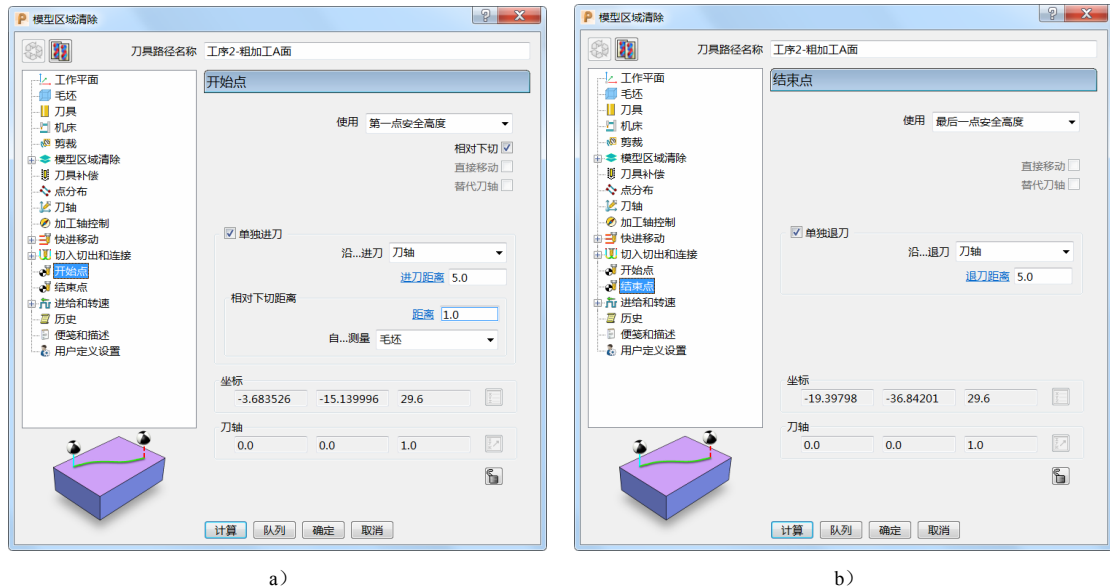

图 6-12
9) 开始点和结束点: 开始点选择“第一点安全高度”, 结束点选择“最后一点安全高度”。勾选“相对下切”“单独进刀”及“单独退刀”, 设定进刀距离“5.0”, 相对下切距离“1.0”, 自毛坯测量, 退刀距离“5.0”, 沿刀轴进刀与退刀。(图 6-12)